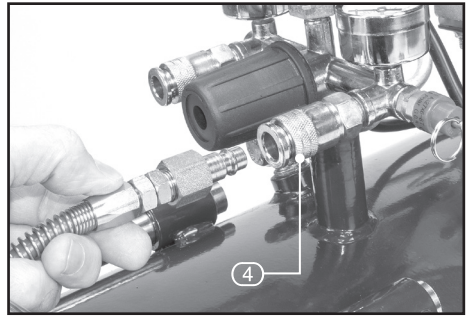

FIG.4
9.1 BASIC COMPRESSOR OPERATION – FIGS.4 – 5